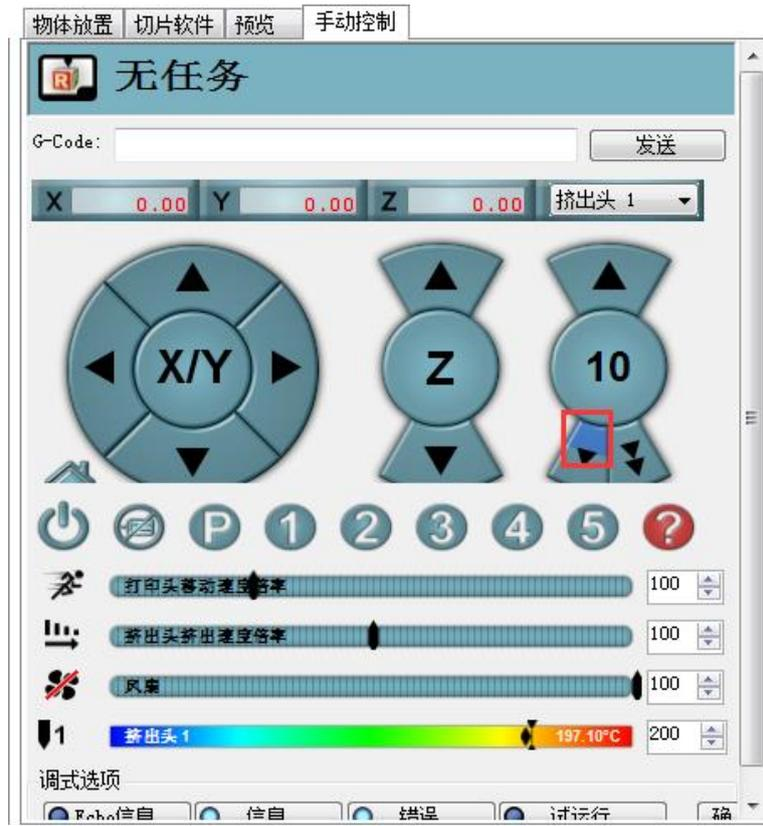

图 5.115 挤出耗材
2. 加热到200°C后，单击挤出机的进料按钮，使进料长度在10mm~30mm之间，如图 5.115所示。